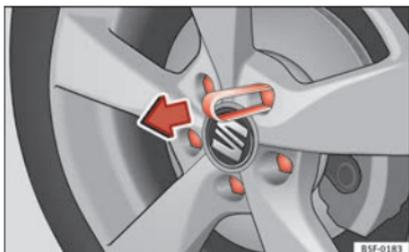

Fig. 60 Extrair a tampa do parafuso da roda.
- Encaixe a pinça de plástico (ferramenta de bordo) na capa de proteção até que encaixe » Fig. 60.